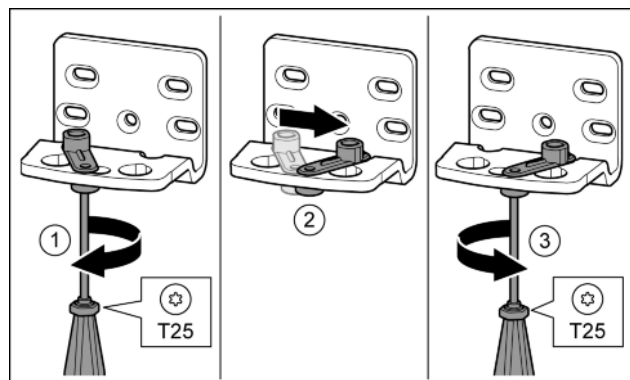

Fig. 16
- ▶ Lekko odkręcić śrubę przy pomocy śrubokręta T25. Fig. 16 (1)
- ▶ Unieść element ułatwiający zamykanie drzwi, a następnie obrócić w otworze w prawo o 90°. Fig. 16 (2)
- ▶ Śrubę przykręcić przy pomocy śrubokręta T25. Fig. 16 (3)